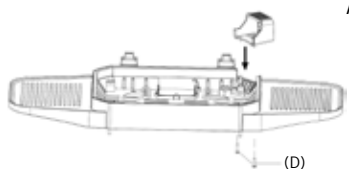

Abb. 4
7. Setzen Sie die Buchsenhalterung [7]/(H) wie in Abb. 4 zu sehen ist, in die vorgesehene Öffnung am Grillgehäuse und befestigen Sie die Halterung mit 2 Schrauben ST 3x10 (D).